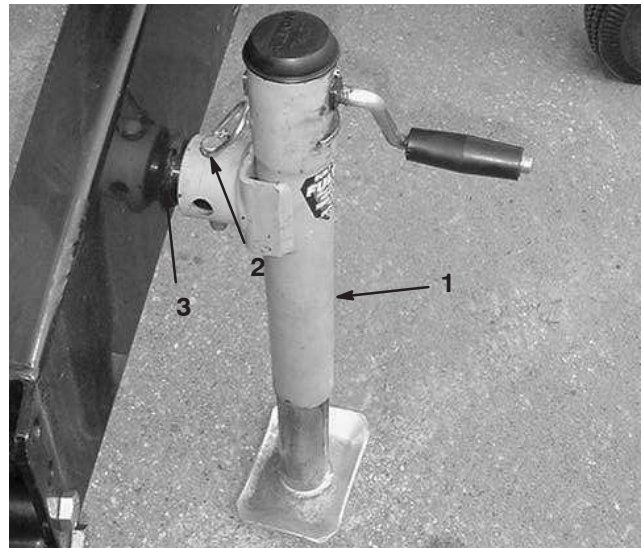

Bild 1
2. Setzen Sie die Deichselstütze in den Rahmenstift ein und befestigen Sie sie mit dem Stift (Bild 1).